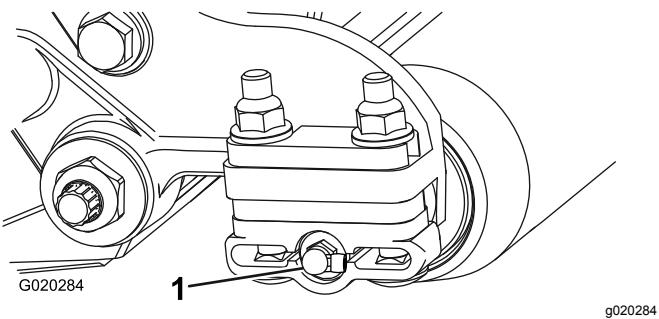

図 9
15. 18" カッティングユニットの場合のみ ローラブラシハウジングの近くにあるグリスフィットティングストレーを外して、代わりに90°フィットティングを取り付ける図 9。